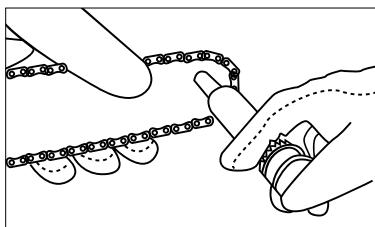

Fig. 28
3. Coloque la tobera acicular de la jeringa en el orificio de engrase e inyecte grasa hasta que aparezca en el borde exterior de la rueda engranaje de la barra (fig. 28).